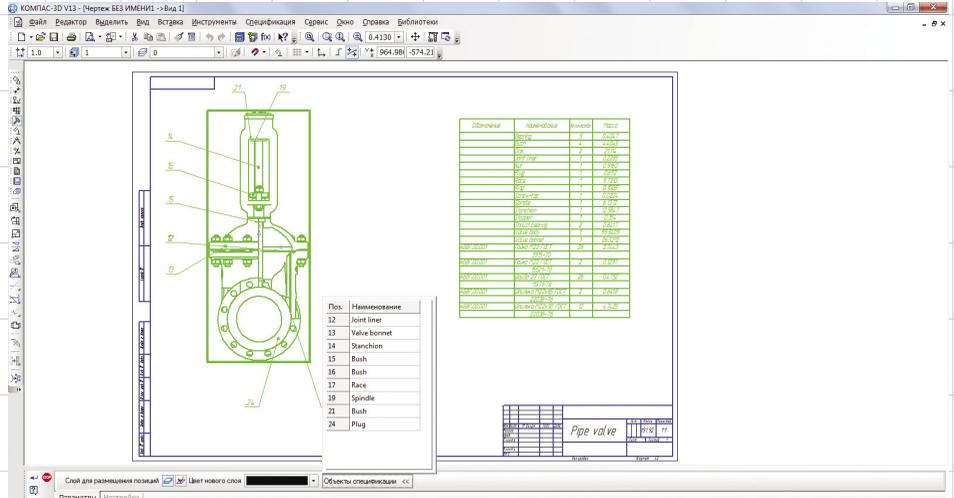

Рис. 13
сечения и точку в месте пересечения (рис. 13); кроме того, в меню геометрического калькулятора при вводе значений координат добав-
- в *Радиальном размере с изломом* появилась возможность управления изломом: длинами сегментов размерной линии, углом излома (см. рис. 13);
- в *Радиальном размере* появилась возможность создания радиального размера с несколькими ответвлениями (см. рис. 13) (ответвления формируются автоматически при указании дуг и/или окружностей одинакового радиуса);